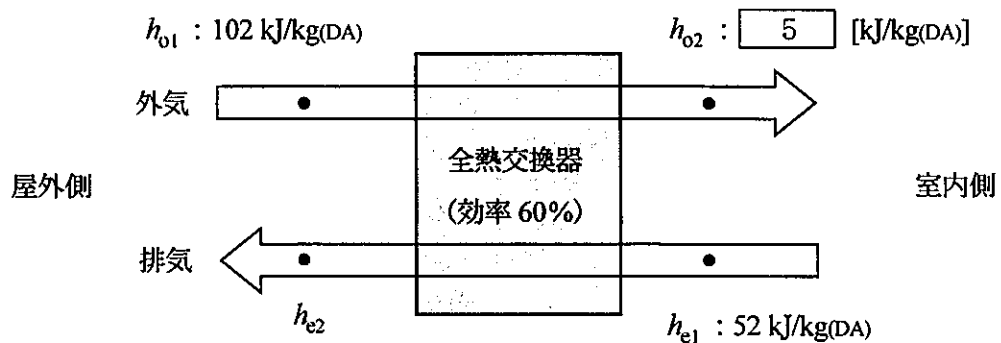

図1 全熱交換器における熱回収
3) 図1に示す運転条件における全熱交換器の単位質量当たりの回収熱量を試算する。ここで、外気的全熱交換器入口の比エンタルピー h_{o1} を102 kJ/kg(DA)、出口の比エンタルピーを h_{o2} 、室内排気的全熱交換器入口の比エンタルピー h_{e1} を52 kJ/kg(DA)、出口の比エンタルピーを h_{e2} とする。また、外気と室内排気の風量は等しいものとし、そのときの全熱交換器の全熱交換効率は60%とする。なお、kg(DA)は乾き空気の質量を示す。